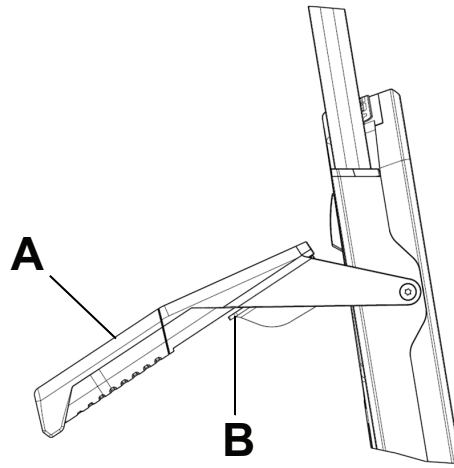

Figure 34 – Abaissement des poignées de support rabattables côté tête
1. Soulever la poignée de support rabattable côté tête (A) (Figure 34).
2. Tirer le déclencheur de poignée rouge (B) vers soi avec le doigt (Figure 34).